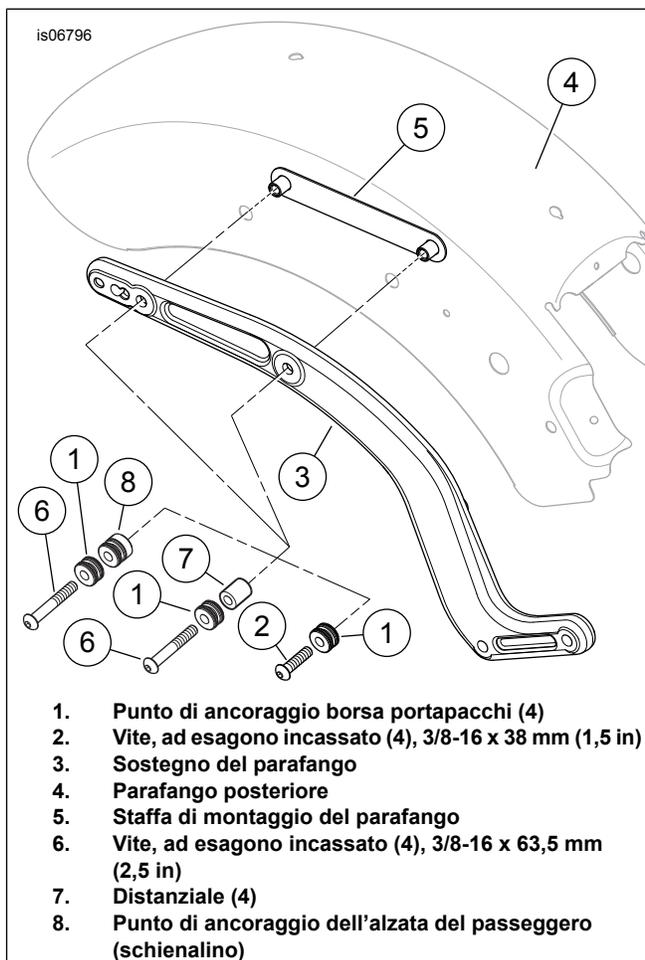

Figura 1. Installazione della bulloneria di ancoraggio superiore del modello FXS
- a. Procurarsi dal kit bulloneria di ancoraggio quattro viti ad esagono incassato da 3/8-16 x 38 mm (1 1/2 in) di lunghezza (3) e i punti di ancoraggio (1).
- b. Vedere Figura 1. Installare un punto di ancoraggio (1) sulla filettatura di ciascuna vite (2).
- d. Inserire ciascuna vite attraverso un foro di un sostegno del parafrangente (3), nel corrispondente foro del parafrangente (4), e nella staffa di montaggio del parafrangente (5), stringendo a mano. Serrare le viti ad una coppia di 28,5–36,6 N·m (21–27 ft-lbs).
- e. Procurarsi dal kit bulloneria di ancoraggio quattro viti ad esagono incassato da 3/8-16 x 63,5 mm (2 1/2 in) di lunghezza (3), i distanziali (10) e i punti di ancoraggio (1).
- f. Vedere Figura 1. Installare prima un punto di ancoraggio (1), quindi un distanziale (7) sulla filettatura di ciascuna vite (6).
- h. Inserire ciascuna vite attraverso un foro di un sostegno del parafrangente (3), nel corrispondente foro del parafrangente (4), e nella staffa di montaggio del parafrangente (5), stringendo a mano. Serrare le viti ad una coppia di 28,5–36,6 N·m (21–27 ft-lbs).
- i. Procurarsi dal kit bulloneria di ancoraggio 90200389 quattro viti ad esagono incassato da 3/8-16 x 63,5 mm (2 1/2 in) di lunghezza (3), i punti di ancoraggio (1) ed inoltre i punti di ancoraggio dal kit alzata del passeggero.
- j. Vedere Figura 1. Installare sulla filettatura di ciascuna vite (6) prima un punto di ancoraggio (1) preso dal kit 90200389, quindi un punto di ancoraggio (8), nell'orientamento illustrato dal kit dell'alzata.